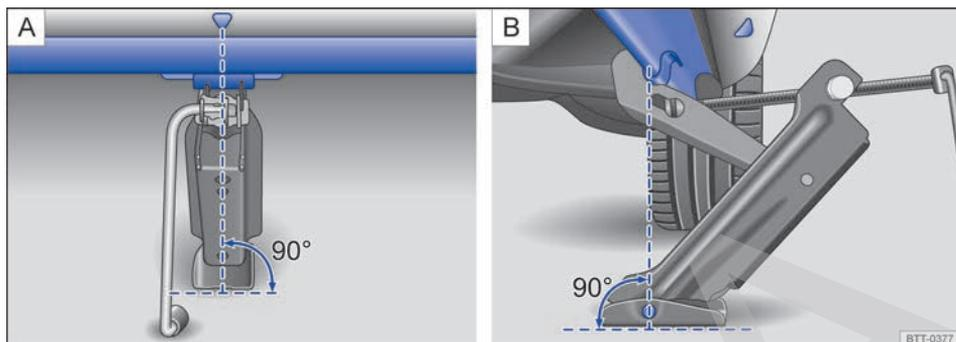

Fig. 215 Gato colocado en el lado izquierdo del vehículo, en la zona trasera.
8. Asegúrese de que toda la base del gato descansa firmemente sobre el suelo y de que se encuentre exactamente debajo del punto de apoyo en vertical → fig. 215.
9. Centre el gato y siga subiéndolo con la manivela hasta que la garra sujete el refuerzo de debajo del vehículo → fig. 215.
- Coloque el gato únicamente en los puntos descritos. La garra del gato deberá sujetar bien el refuerzo del larguero inferior → fig. 215.